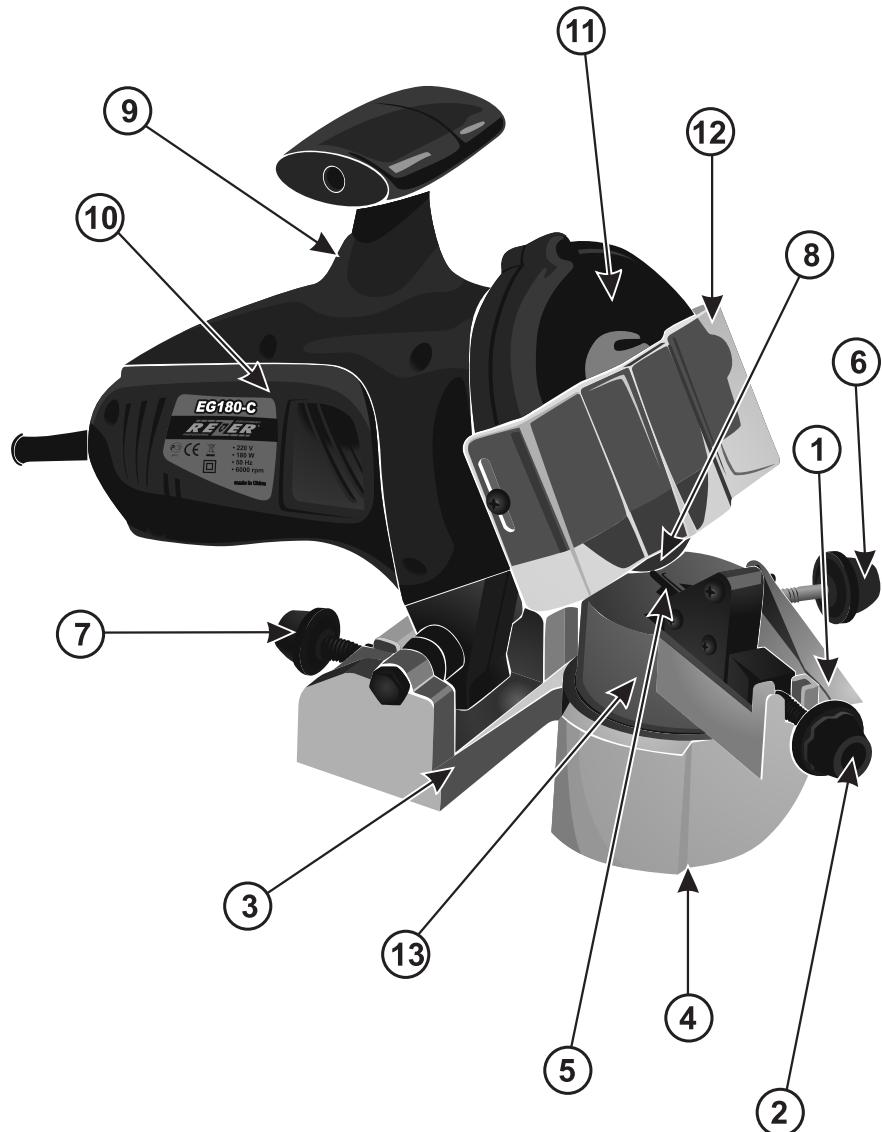

Рис. 1. Описание
2. ОПИСАНИЕ (рис. 1)
- Никогда не работайте со станком без кожуха 11 (рис. 1), защищающего заточной диск.
- Всегда проверяйте заточный диск 8 (рис. 1), включив станок на 30–60 сек без контакта его с цепью.
- Ослабьте гайку 4 (рис. 1) и установите стрелку блока установки цепи 13 (рис. 1) на нужное значение угла шкалы угломера. Цепи имеют различные размеры и разные углы заточки. Проверьте по документации производителя тип цепи и далее следуйте рекомендациям приведенным в **Таблице углов заточки пильных цепей** (см. табл. 1). После того, как угол установлен, затяните гайку 4.
- Поднимите упор 1 (рис. 7) и уложите цепь в направляющие 5 (рис. 1).
- Опустите корпус и переместите цепь так, чтобы заточной диск 8 попал в выемку зуба и уперся в нее (рис. 8). Регулировку наклона корпуса производить винтом 7 (рис. 1).
- Перекиньте упор 1 (рис. 1) и вращением винта 2 переместите его в положение, при котором он упрется в зуб, с которого Вы хотите начать заточку, поднимите корпус.